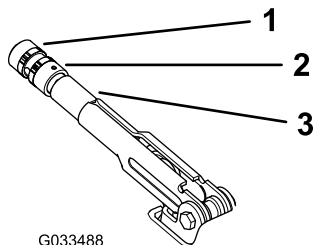

Bild 63
2. Lösen Sie die Stellschraube, mit der das Handrad am Feststellbremshebel befestigt ist (Bild 63).